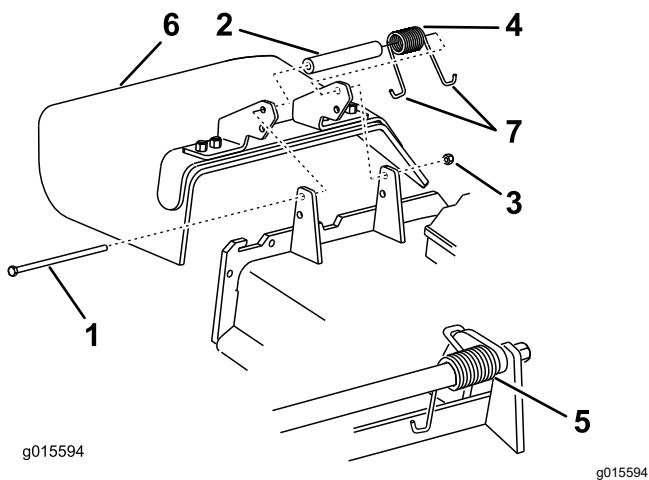

Figure 124
1. Retirez le contre-écrou, le boulon, le ressort et l'entretoise qui fixent le déflecteur aux supports de pivot (Figure 124).
2. Enlevez le déflecteur s'il est endommagé ou usé (Figure 124).
Remarque: Prenez soin de placer une extrémité en J du ressort derrière le bord du tablier avant de mettre le boulon en place, comme montré à la Figure 124.
6. Placez une extrémité en J du ressort autour du déflecteur d'herbe (Figure 124).